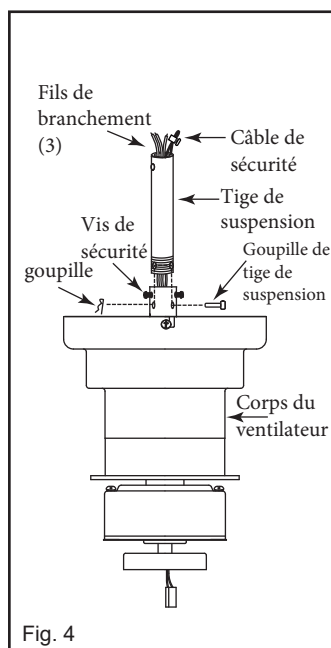

Fig. 4
Étape 4. Retirez la goupille de la tige de suspension de l'ensemble de coupleur en retirant la goupille fendue de la goupille de la tige de suspension. Desserrez les deux vis de sécurité. Faites passer soigneusement les fils électriques et le câble de sécurité du ventilateur à travers la tige de suspension. Vissez la tige de suspension dans le coupleur jusqu'à ce que les trous soient alignés. Insérez la goupille de la tige de suspension dans les trous du coupleur de montage et de la tige de suspension ; clipsez la goupille fendue dans le petit trou à l'extrémité de la tige de suspension pour maintenir la tige de suspension en place. (Fig.4)